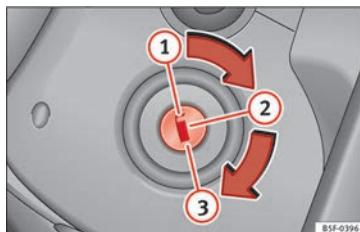

Bild 198 Bilnyckellägen
Bilnycklar » bild 198
3.	Endast i fordon med dieselmotor: för förvärmning, vrid nyckeln i tändlåset till läget » bild 198 ②. En signallampa tänds på instrumentpanelen ∅.